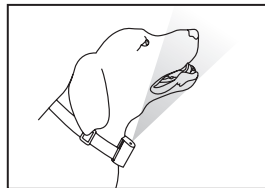

Fig. 5
2. Placez le collier autour du cou de votre chien debout de manière à ce que l'embout du spray soit perpendiculaire au museau de votre chien (Fig. 5) et ajustez à la bonne taille.